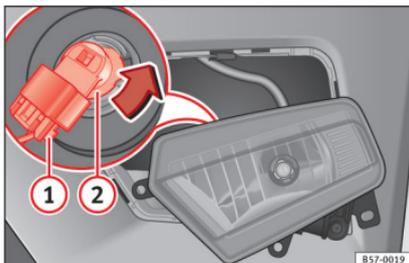

Abb. 106 Nebelscheinwerfer: Lampenträger ausbauen
- Ziehen Sie den Stecker » **Abb. 106** **1** von der Lampe ab.
- Drehen Sie den Lampenträger » **Abb. 106** **2** nach links und ziehen Sie.